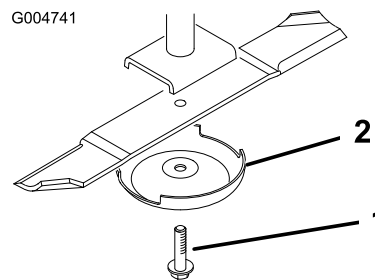

Figure 83
2. Tenez la lame à son extrémité avec un chiffon ou un gant épais. Enlevez le boulon, la coupelle de protection et la lame de l'axe de pivot (Figure 83).